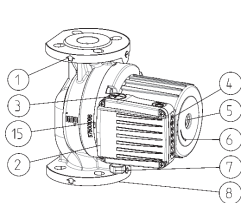
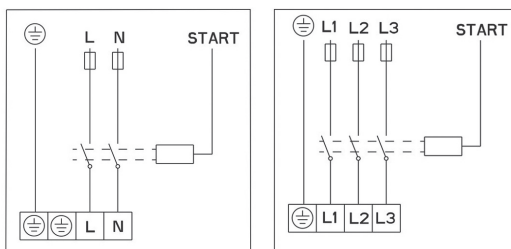

рис.1
рис. 3
- насос устанавливается напрямую в трубопровод таким образом, чтобы ось насоса 1-1 была горизонтальной (рис. 3);
- направление потока воды через насос должно соответствовать направлению стрелки на корпусе насоса (рис. 1- ПОЗ.1);
- необходимо использовать фланцы для подключения NP 6/10 (рис.1 – ПОЗ.8);
- насосы GHN (basic, auto), GHNM (basic, auto) имеют одинарный гидравлический корпус (рис..1 – ПОЗ.8);
Гидравлический корпус насоса допускается изолировать только до прорези между мотором и гидравлическим корпусом. Отверстия для отведения конденсата необходимо оставить открытыми для обеспечения вывода конденсата из статорного отсека, данные отверстия необходимо оставлять открытыми и в системах обогрева, когда выполняется только термоизоляция гидравлического корпуса (рисунок 1, 2, ПОЗ 15).
Провод подключения подключается через кабельный ввод M20 (рис.1 – ПОЗ.7).
Электрическое соединение насосов необходимо выполнить по соединительной схеме (рис. 3), которая отображена на нижней стороне крышки мотора. Перед этим необходимо отвинтить верхнюю крышку (рис.1 - ПОЗ. 2)
В насосах типа GHN (basic, auto), GHND (basic, auto), GHNM (basic, auto), GHNMD (basic, auto) ротор работает в воде. Ротор установлен в специальных работающих на смазке водой подшипниках, поэтому перед вводом в эксплуатацию необходимо заполнить насос водой и откачать воздух. Для откачки воздуха из насоса необходимо удалить болт на обратной стороне электромотора (рис.1-ПОЗ.5) - воздух начнет выходить через прорезь между валом мотора и подшипником. После того как начнет вытекать вода, необходимо закрыть вентили со стороны всасывания и со стороны нагнетания и запустить насос. При вращении вала насоса в обратном направлении начнет мигать красная лампочка встроенного индикатора. Насос оснащен опцией определения других ошибок, описанных в таблице ниже. Мигание красной лампочки сообщает номер ошибки. За последовательностью сигналов следует длинный интервал, количество сигналов между двумя интервалами является кодом ошибки.
вращения. Для достижения выбранных характеристик скорости ① ② ③ на насосе расположена кнопка  (рис. 1, 4), с помощью которой можно изменять скорость. Установить скорость для насосов GHN, GHND, GHNM, GHNMD (авто)  можно нажимая кнопку  : в ручном режиме для скоростей ① ② ③, а в автоматическом — нажав кнопку  в режиме (A) или (A). В обоих случаях насос работает автоматически на скоростях потока ② ③. В ночном режиме (A) учитывается температура среды: если температура среды падает, насос переключается на скорость ② при падении более чем на 10°C или на скорость ① при падении более чем на 20°C вне зависимости от потока. При повышении температуры более чем на 20°C скорость потока восстанавливается. Этот метод предназначен для систем с термостатическими клапанами или систем, в которых температура снижается ночью.
Выключить насос; закрыть вентили со стороны нагнетания и со стороны всасывания; удалить болт для откачки воздуха; отверткой (рис.1-ПО3.5), которую необходимо установить в прорезь на валу, крутить вал до тех пор, пока он не начнет свободно вращаться. После этого необходимо установить болт для откачки воздуха на место.